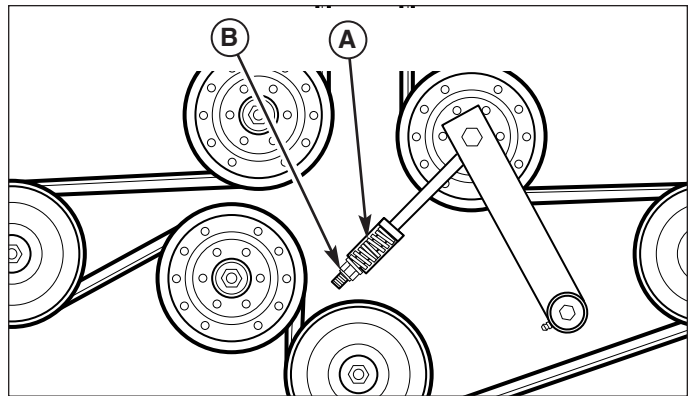

Figura 37. Banda del PTO de la podadora
3. Afloje la tuerca de compresión de resorte (B, Figura 37) para liberar la tensión de la banda.
6. Instale la banda de tracción en la polea del PTO, las poleas del huso y las poleas tensoras. Apriete la tuerca de compresión del resorte (B, Figura 37) hasta que el resorte tensor de la banda (A, Figura 37) quede comprimido a una longitud de 1 5/8" (4.12cm).